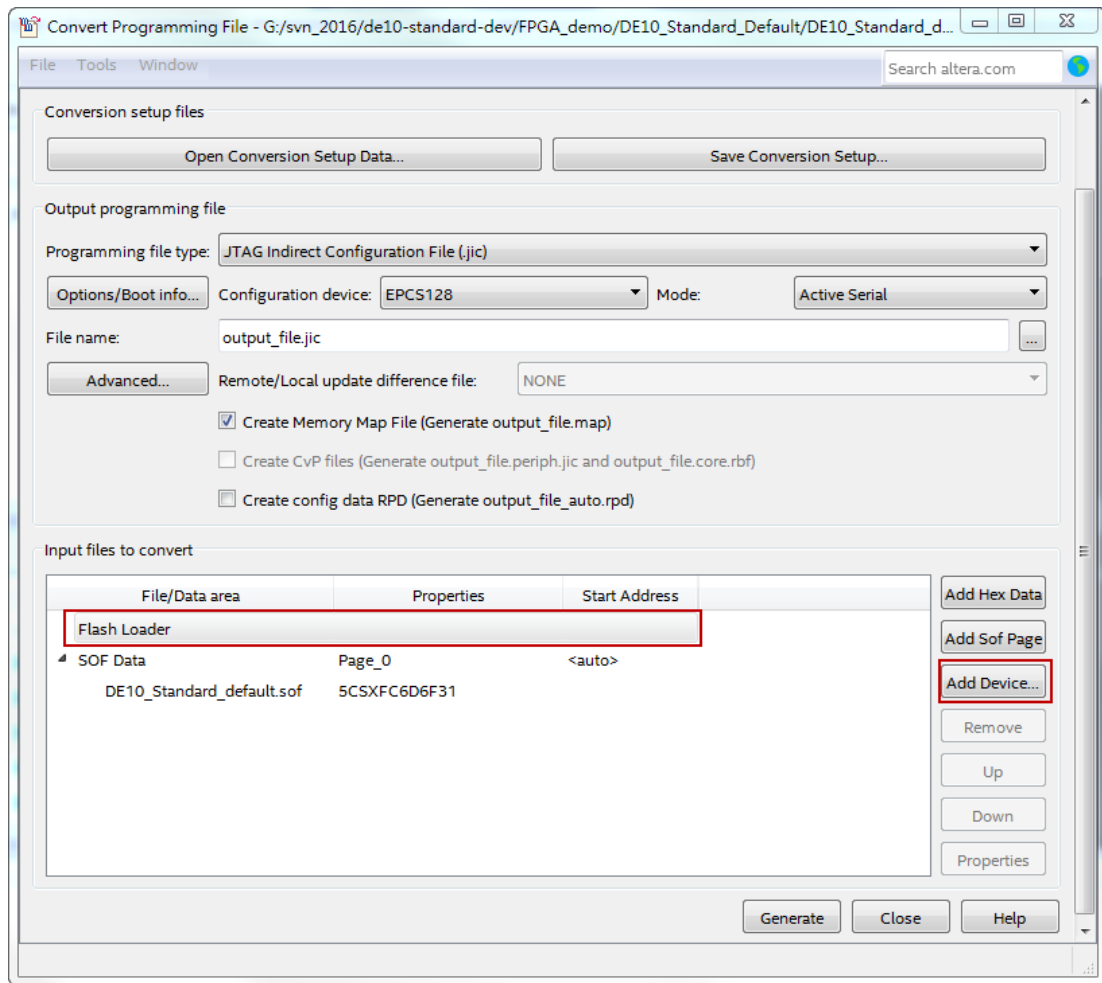

图 8-3 点击 Flash Loader
- 10、如图 8-3所示，选中**Flash Loader**后再点击**Add Device**按钮，弹出Select Devices窗口。